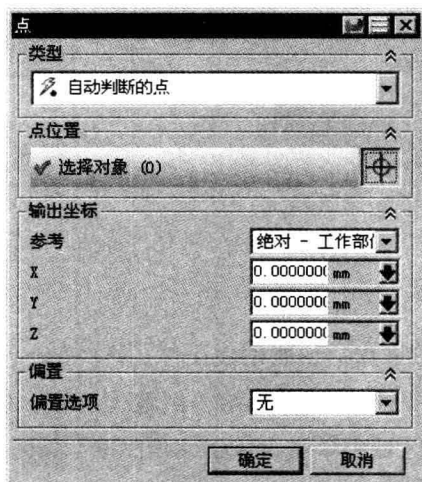
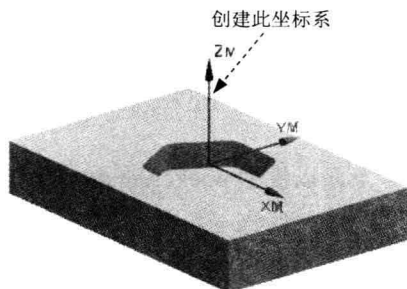

图 1.4.5 “点”对话框
图 1.4.6 机床坐标系
Step5. 单击“CSYS”对话框 **操控器** 区域中的“操控器”按钮 ，系统弹出图 1.4.5 所示的“点”对话框；在“点”对话框的“Z”文本框中输入值 10.0，单击 **确定** 按钮，此时系统返回至“CSYS”对话框；在该对话框中单击 **确定** 按钮，完成图 1.4.6 所示的机床坐标系的创建；系统返回到“MCS”对话框。